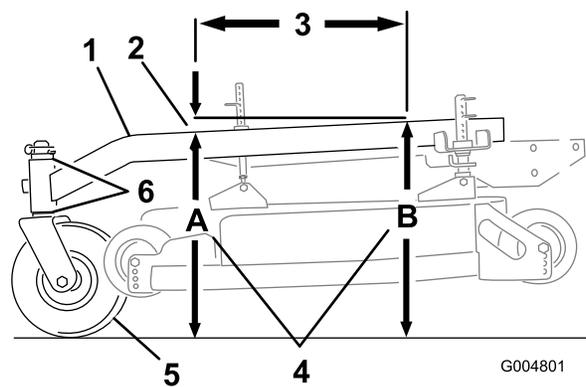

Figure 64
L'inclinaison avant/arrière du bâti porteur doit être comprise entre 3 mm (1/8 po) et 9 mm (3/8 po) sur 61 cm (24 po) de sa longueur (Figure 64).
1. Mesurez 61 cm (24 po) sur le bâti porteur (Figure 64).
2. Mesurez la hauteur du bâti porteur au point A (Figure 64).
3. Mesurez la hauteur du bâti porteur au point B (Figure 64).
4. La hauteur au point A doit être inférieure de 6 à 10 mm (1/4 à 3/8 po) par rapport au point B (Figure 64).
5. Si ce n'est pas le cas, déplacez les entretoises des roues pivotantes de manière à obtenir l'inclinaison voulue de 6 à 10 mm (1/4 à 3/8 po) (Figure 64).